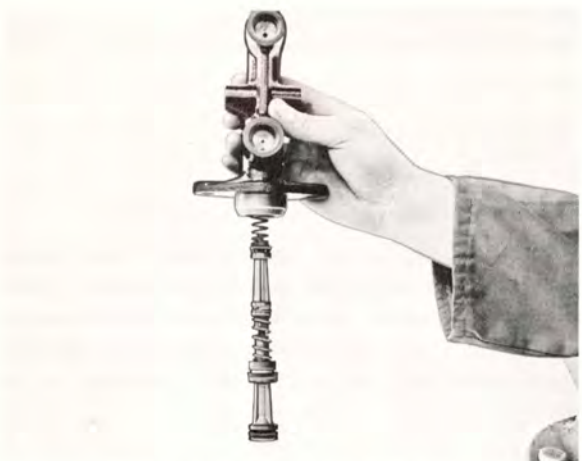

Bild 5-8. Montering av kolvsats
7. Trä ner cylindern över kolvarna och fjädern (bild 5-8).